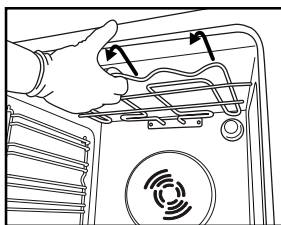
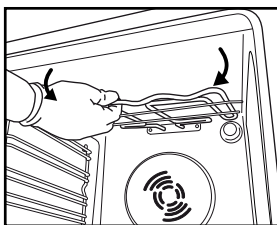

Fig. 4
Fig. 5
2. Dégagez légèrement la résistance (Fig. 4) et abaissez-la (Fig. 5).